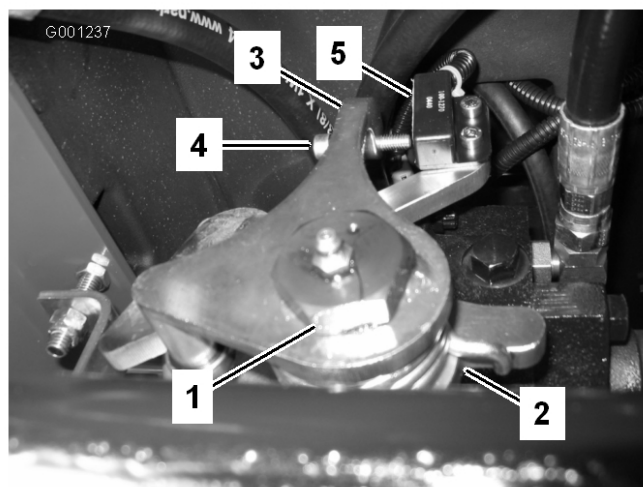

Figura 57
3. Desaperte o parafuso de bloqueio, no lado oposto ao do excêntrico de tracção (Figura 57).
7. Ajuste o parafuso no braço de retorno (Figura 57) até que a folga entre a extremidade do parafuso e o contacto do interruptor seja de 2,3–3 mm.